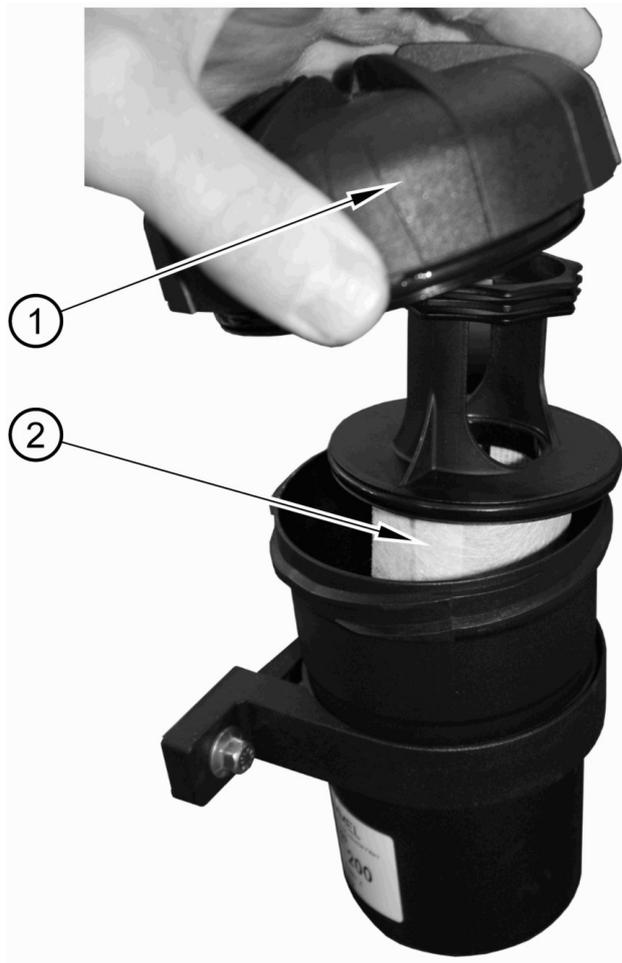

Figura 24
2. Haga girar y abra la tapa del respiradero (Figura 24, elemento 1) y apártela del cuerpo principal.
3. Saque el cartucho del filtro (Figura 24, elemento 2) y deséchelo.